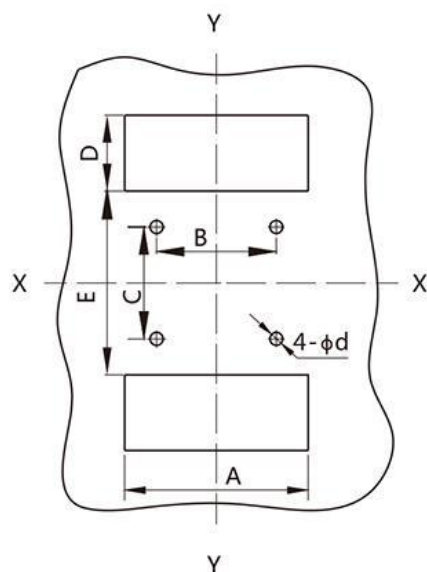

图10 插入式板前接线安装板开孔尺寸
(3)插入式板前接线安装板开孔尺寸见图10(X-X、Y-Y为三极断路器中心)
(4)插入式板后接线安装板开孔尺寸图10(X-X、Y-Y为三极断路器中心)